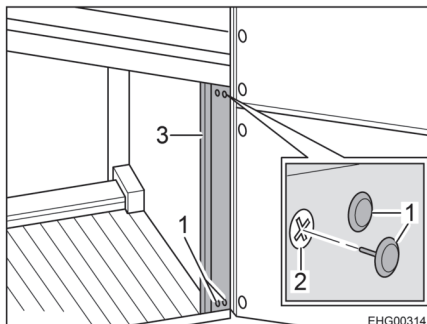

Fig. 88 Paneles en la parte trasera del vehículo
Para tener acceso a las luces traseras derechas del vehículo, primero se deben retirar los paneles (Fig. 88,3).
- Retirar las cuatro cubiertas de los tornillos (Fig. 88,1).
- Desenroscar los cuatro tornillos Phillips (Fig. 88,2).
- Quitar el panel (Fig. 88,3). Ahora se puede acceder a las luces del vehículo.